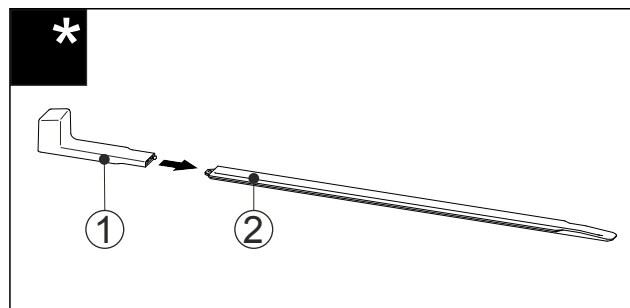

Fig. 47
- ▶ Insérer la poignée de montage Fig. 47 (1) dans le rail de nivellement Fig. 47 (2).